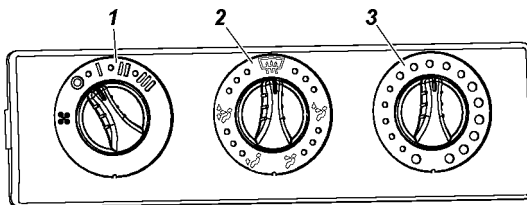

Рис. 3.9. Пульт управления отопителем:
-после пятого звукового сигнала зуммера или после пятой вспышки сигнализатора включите зажигание, повернув ключ в положение I (см. рис. 3.9) выключателя зажигания;
-после первого звукового сигнала зуммера или после первой вспышки сигнализатора включите зажигание, повернув ключ в положение I (см. рис. 3.9) выключателя зажигания. Число последующих звуковых сигналов зуммера будет соответствовать числу зарегистрированных ключей.
Для подогрева поступающего в салон воздуха поверните рукоятку 3 (рис. 3.9) по часовой стрелке. Рукояткой 2 можно изменять направление потока воздуха согласно пиктограммам, нанесенным на лимб рукоятки:
Приточная вентиляция салона осуществляется по тем же каналам при крайнем положении против часовой стрелки рукоятки 3 (см. рис. 3.9). Вытяжная вентиляция осуществляется за счет отверстий в задней обивке крыши и внутренней панели проема двери задка, через опускаемые
2. Установите рукоятку 3 (см. рис. 3.9) управления краном отопителя в положение “Закрето”.
4. Рукояткой 1 (см. рис. 3.9) выключателя вентилятора отопителя выберите желаемую скорость вращения вентилятора. При нахождении рукоятки в положении “О” вентилятор включается автоматически и обеспечивает минимальную циркуляцию воздуха через испаритель кондиционера.
3. Если при работе кондиционера рукоятка 1 (см. рис. 3.9) выключателя вентилятора отопителя салона была установлена в положение “I”, “II” или “III”, то в этом случае после выключения кондиционера автоматически включается режим вентиляции салона.